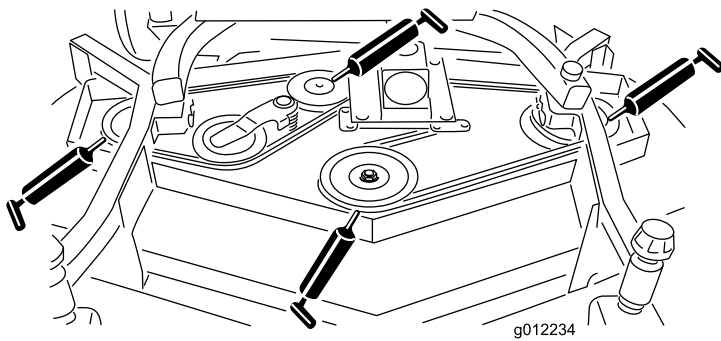

Figure 16
- Paliers d'axes de pivot (3) (sous la poulie) (Figure 16)
- Roulements d'axe de bras de poulie de tension (Figure 16)